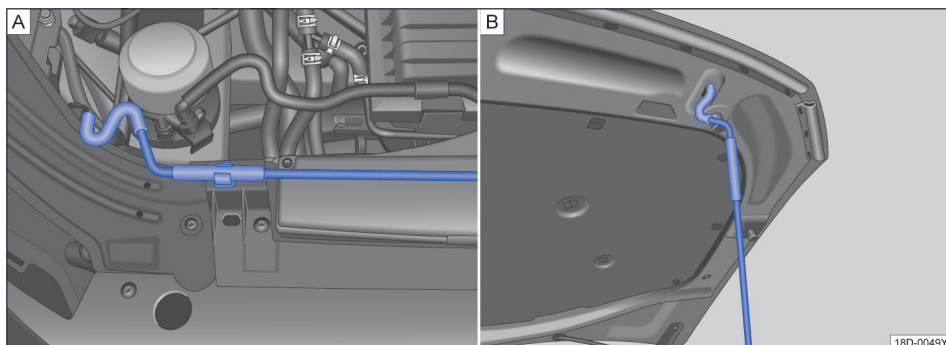

图 135 发动机舱盖支撑杆处于安放及固定位置
- 将发动机舱盖支撑杆→图 135 从其固定支架上取下。
- 将发动机舱盖支撑杆挂入图示位置的开口上→图 135。